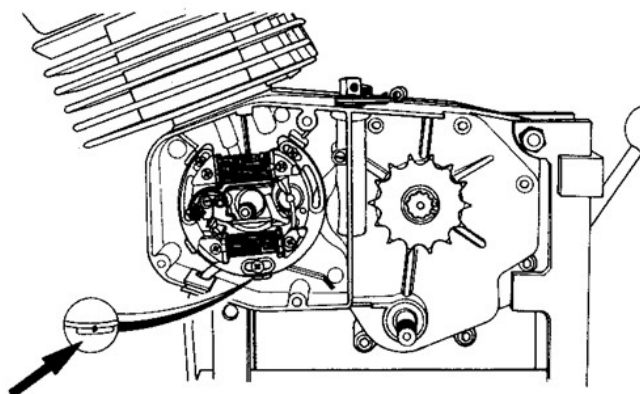

FIG. 11 Segni di riferimento
- 5) **PRIMA** di rimuovere lo statore, fare due segni di riferimento corrispondenti, uno sulla sede nel semicarter e l'altro sulla piastra statore, per consentire l'esatto posizionamento all'atto del rimontaggio (fig. 11).